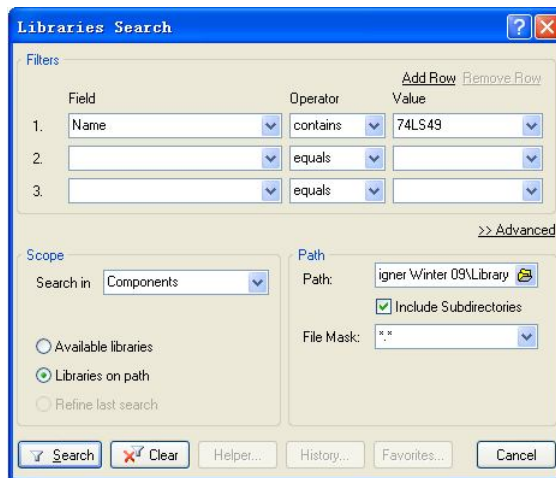

图 7-4 “库搜索”对话框
(2) 在 Libraries 面板中单击 Search 按钮，或选择 Tools → Find Component 命令，将打开 Libraries Search 对话框，如图 7-4 所示。
(3) 对于本例必须确认在 Scope 设置中，Search in 选择为 Components (对于库搜索存在不同的情况，使用不同的选项)。必须确保 Scope 设置中，选择 Libraries on path 单选按钮，并且 Path 包含了正确的连接到库的路径。如果用户接受安装过程中的默认目录，路径中会显示 C:\Program Files\Altium Designer Winter 09\Library\。可以通过单击文件浏览按钮来改变库文件夹的路径。还需要确保已经选中 Include Subdirectories 复选框。
(4) 我们想查找所有与 74LS49 有关的元件，所以在 Filters 的 Field 列的第 1 行选 Name，Operator 列选 Contains，Value 列输入 74LS49，如图 7-4 所示。